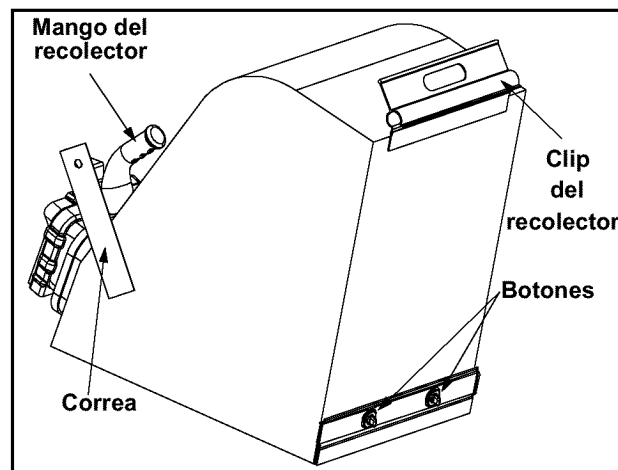

**Figura 7**
- Mover la palanca de estrangulador/control del acelerador a la posición ESTRANGULADOR. (Un motor caliente no siempre requiere el uso del estrangulador.) Ver la figura 7.